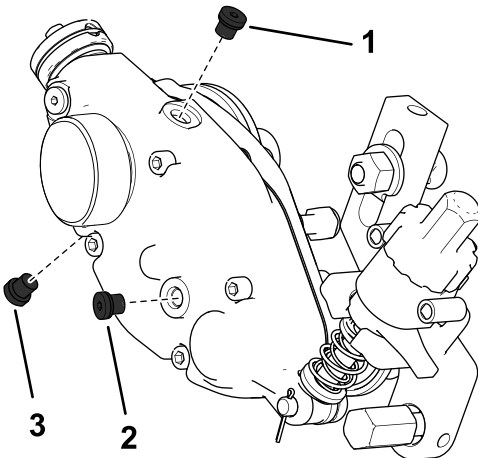

Figura 30
2. Retire el tapón de vaciado en la parte inferior de la carcasa (Figura 30).
3. Retire el tapón de llenado del lado de la carcasa y afloje el tapón de ventilación de aire en la parte superior, de modo que pueda pasar el aire (Figura 30).